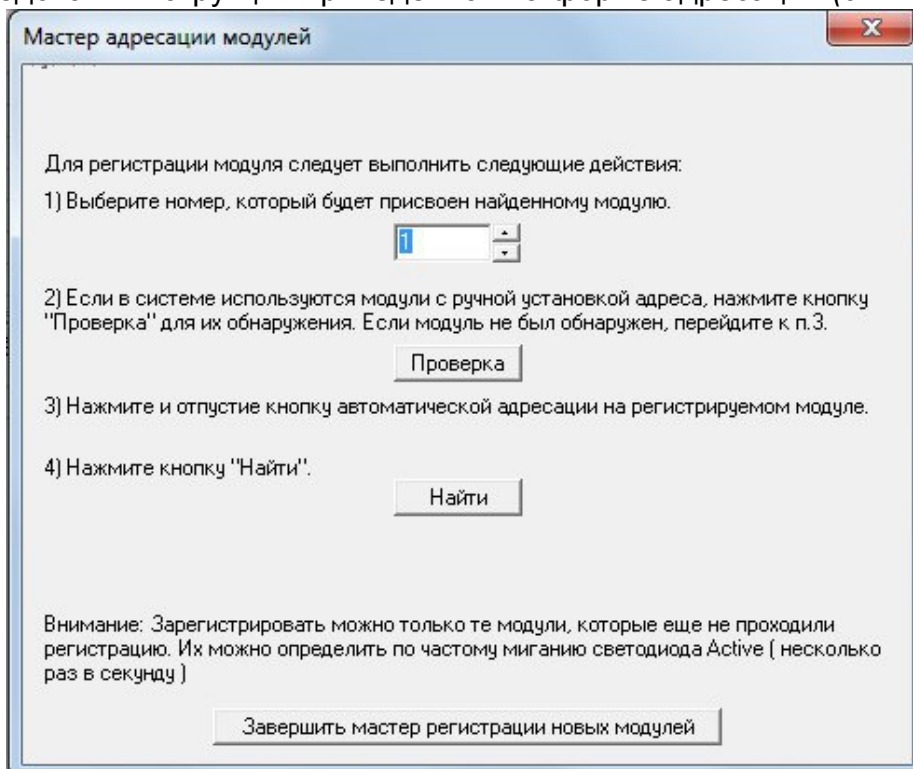

Рис.4
3. Следовать инструкции приведенной на форме адресации.(см. Рис. 4)